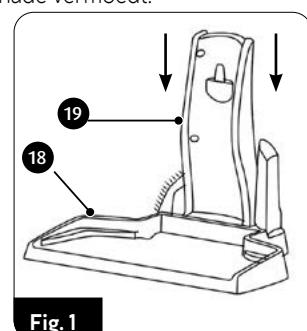

Fig. 1
3. Monteer het dockingstation (standaard) op de juiste manier - installeer het lichaam (19) op de basis van het dockingstation (18) zoals weergegeven in de tekening (fig. 1). Het dockingstation kan worden gedemonteerd nadat u de vergrendeling aan de onderkant van de basis (18) hebt losgemaakt. Monteer houders (22) in de geleidingen (21) waarin u extra stofzuigerapparatuur kunt parkeren.